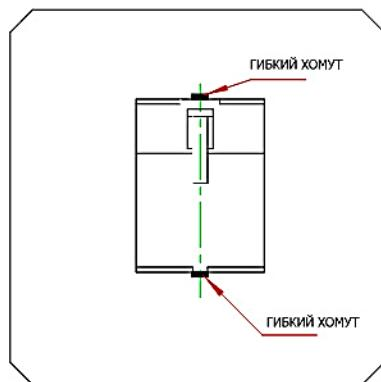
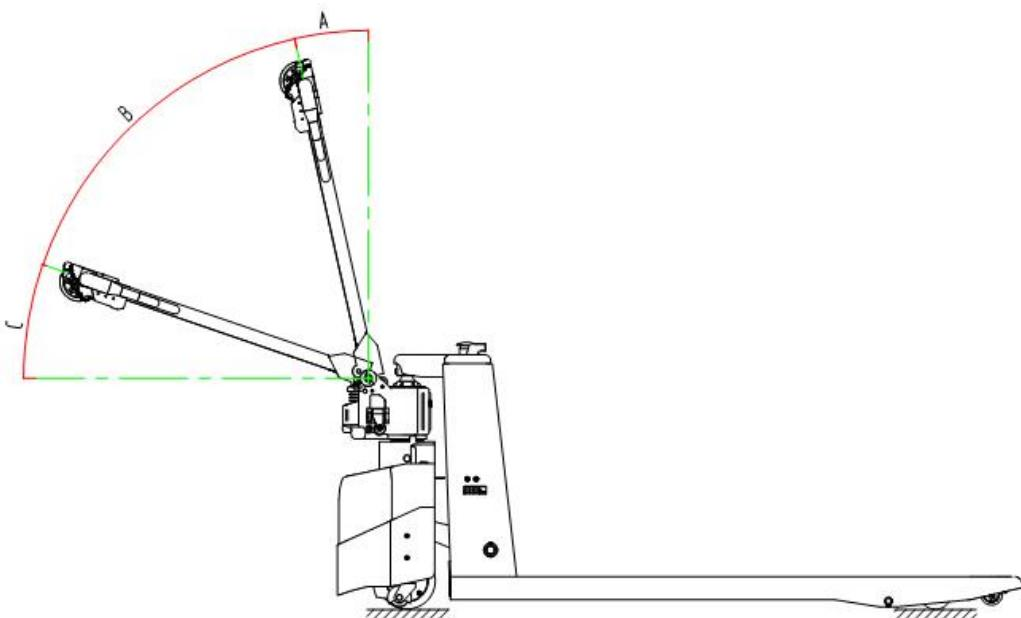

Рисунок 5
Рисунок 9.
- См. рисунки 3 и 4. Поместите ручку (5) в положение А (см. рисунок 9), соедините ручку (5) с гидроузлом (10) с помощью штифта (2), и теперь нужно протянуть цепь (8) через отверстие в штифте (2). Покрутите ручку (5) в горизонтальном положении и выньте штифт (9). Сохраняйте штифт (9) для следующего использования. Подсоедините провода в ручке (5) и провода корпуса тележки через разъем (6). Можно использовать гибкий хомут для обеспечения надежного соединения (см. рисунок 5). После подсоединения проводов, закрепите провода на ручке 5 при помощи детали 7 в соответствии с рисунком 4.
- См. рисунки 4 и 6. Накрутите гайку на конце цепи (8) в паз пластины рычага (11).